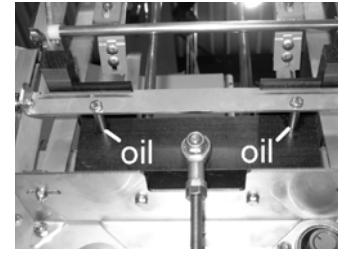

fig. 5.4
- Graissez les guides du dépileur (no. 4, fig. 5.4)